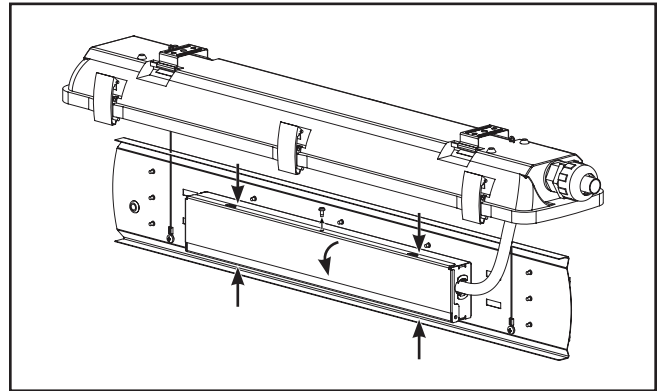

Figura 8.
9. Retire el tornillo del centro de la puerta del gabinete del conductor y déjelo a un lado. Apriete ambos lados del gabinete del conductor y abra la puerta. (Figura 8)